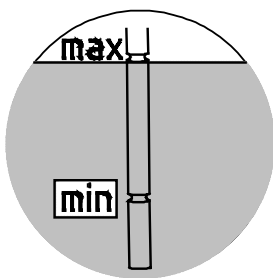

Figura 27: Verificar o nível de óleo com a vareta medidora de óleo
4. **Redutores com reservatório de nível de óleo:** O nível com haste indicadora (rosca G1¼) no reservatório de nível de óleo. O nível de óleo deve estar entre a marcação inferior e superior, com a haste indicadora totalmente rosqueada (veja Figura 27). Eventualmente o nível de óleo deverá ser corrigido com o tipo de óleo correspondente. Estes redutores somente podem ser operados na forma construtiva informada no capítulo 7.1 "Formas construtivas e manutenção".